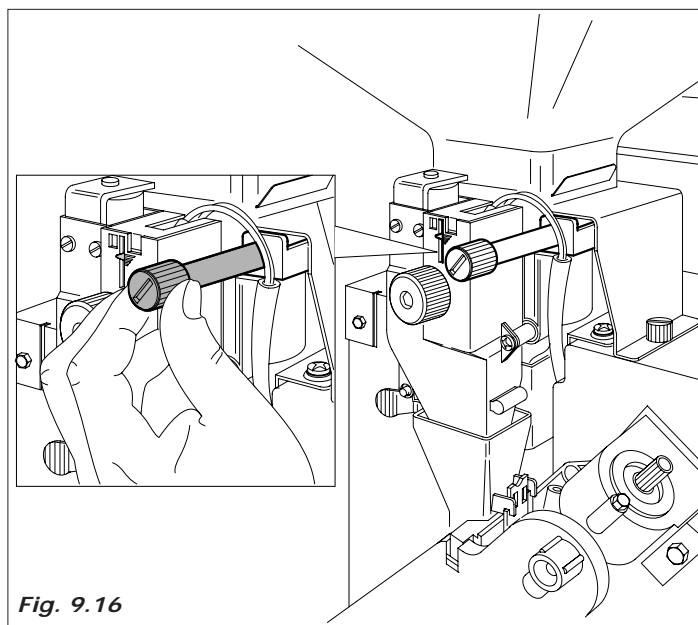

Fig. 9.16
- *Regulagem do grau de moedura.* Virar o parafuso (Fig.9.16) para obter os resultados desejados. Virando no sentido horário obtem-se uma moedura fina, virando no sentido anti-horário obtem-se uma moedura grossa. Depois da regulagem devem ser efetuadas 3 regulagens de produto para controlar a qualidade da regulagem, quanto mais a granulometria é fina, quanto maior será o tempo necessário para a distribuição do produto.